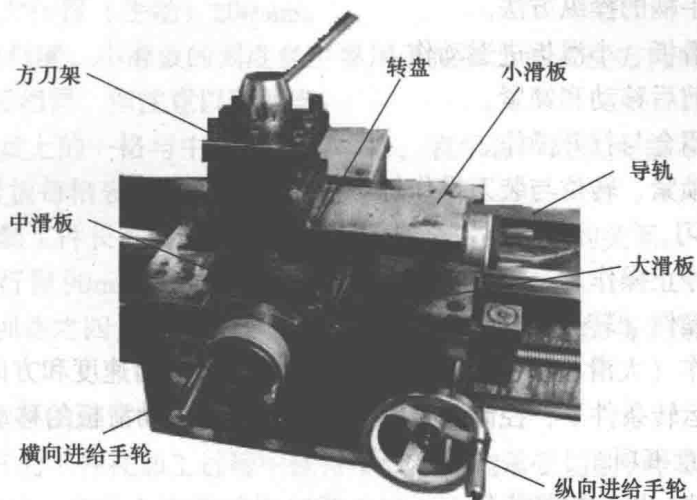

图 1-13 HG32 车床刀架与滑板箱
5) 刀架与滑板。刀架与滑板是多层结构，如图 1-13 所示，其包括以下几部分。